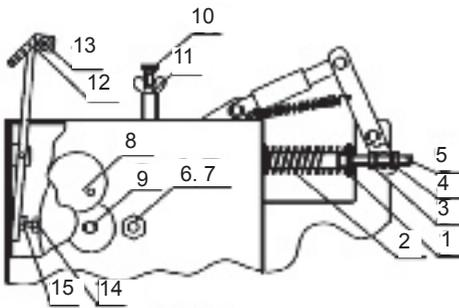

Abb. 8
- Wenn sich das Drahtseil ohne Betätigung des schwarzen Druckknopfes (1) aufwickelt, wurde die Mutter (Pos. 7) zu fest angezogen, es herrscht kein Spiel zwischen Kupplung und Trommel, d. h. Mutter lösen und den Vorgang so lange wiederholen bis das Seil völlig still steht, wenn der schwarze Druckknopf nicht aktiviert ist.
Die Einstellung der Vorbremse erfolgt mit der Schraube (10) und Flügelmutter (11) (Abb. 8). Eine Funktion der Vorbremse übernimmt auch die Seilführung Pos. 12, (Abb. 8) in der das Drahtseil eingeführt ist. Durch richtige Einstellung wird zugesichert, dass sich das Drahtseil nicht von selbst bzw. zu schnell von der Trommel abwickelt. Das würde sonst, bei einer schnellen Entlastung der Bremse und zu schnellem Abwickeln, das Drahtseil beschädigen.
- anziehen der Mutter (Pos. 3) Abb.8, welche die Feder anspannt
Auf der Seilwinde befindet sich ein Schmiernippel, der eine Schmierung der oberen und unteren Umlenkrolle sowie der Seilführung ermöglicht. Ebenfalls sind die Nippel (13) auf der Vorbremse (12) (Abb.8) zu schmieren.